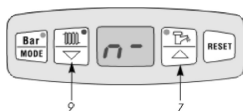

Рис. 17 – Панель управления
- Держите нажатой кнопку Bar/Mode (рис. 17) 8 сек, дисплей переключится в режим сервиса, дальнейшим нажатием кнопки Bar/Mode на дисплее изобразится c- (котел не работает с контуром рециркулирования), нажатием кнопок (9) или (7) см.рис. 17 на дисплее изобразится c1.
- Держите нажатой кнопку Bar/Mode (рис. 17) не менее 8 сек. Дисплей переключится в режим сервиса, на дисплее изобразится n-
- настройте n1 до n9, или n- кнопками (9) и (7) см.рис. 17, согласно таблицы и графика: (величины приведены для природного газа/пропана)